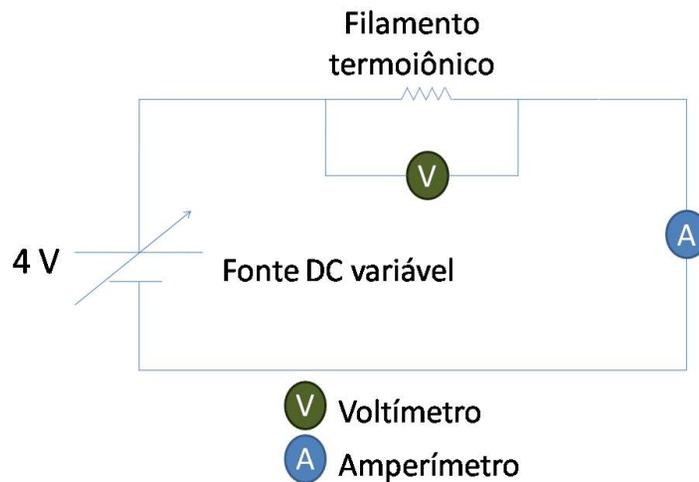

Figura 4.4: Esquema para montagem do circuito para medida da temperatura do filamento termoiônico
- Monte um circuito de alimentação com corrente contínua para aquecer o filamento como indicado na Figura 4.4. Meça